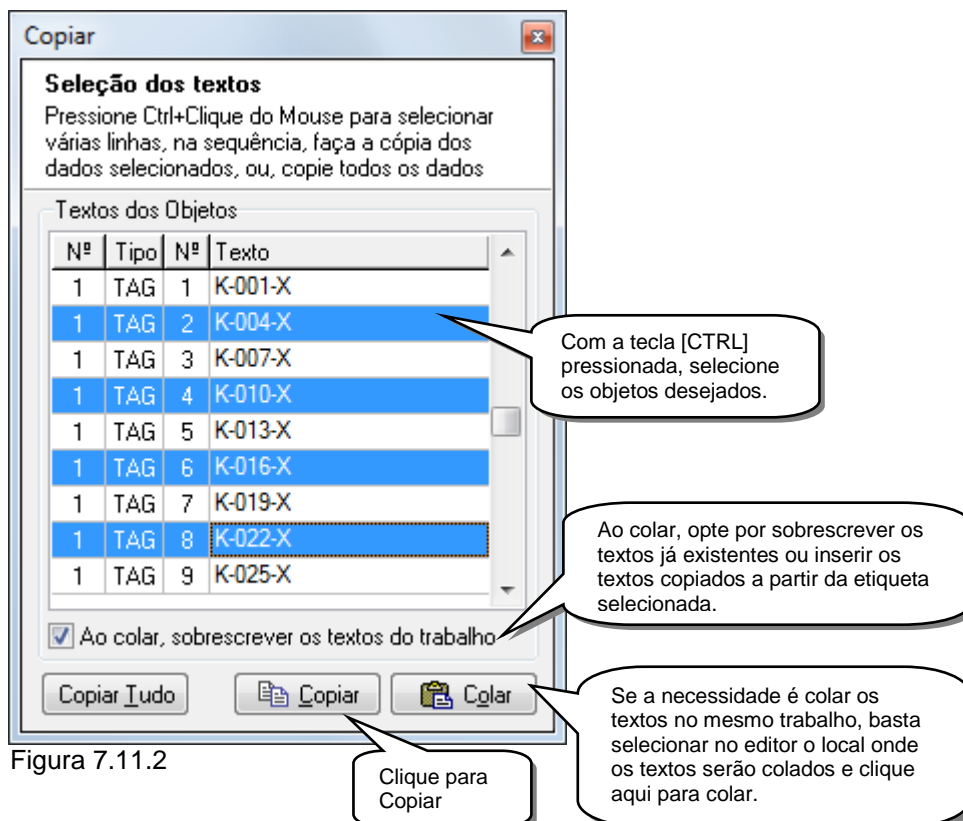

Figura 7.11.2
- Na sequência o software irá abrir uma tabela de dados para que seja feita a seleção dos textos que serão copiados, para isto, basta manter a tecla [Ctrl] do teclado pressionada, vá rolando a lista dos textos cadastrados e clique sobre as linhas em que se deseja ter o texto copiado. Serão selecionadas alternadamente as linhas desejadas. Existe a opção de copiar todos os textos do trabalho, basta clicar em “Copiar Tudo” (figura 7.11.2).
- Para colar os textos selecionados no mesmo trabalho, basta apontar no editor o local onde os textos serão colados e clique em “Colar” (figura 7.11.2).
Ao colar é possível sobrescrever os textos já existentes ou inserir os textos copiados a partir da etiqueta selecionada, para isso basta marcar ou desmarcar o campo “Ao colar, sobrescrever os textos do trabalho” (Figura 7.11.2).